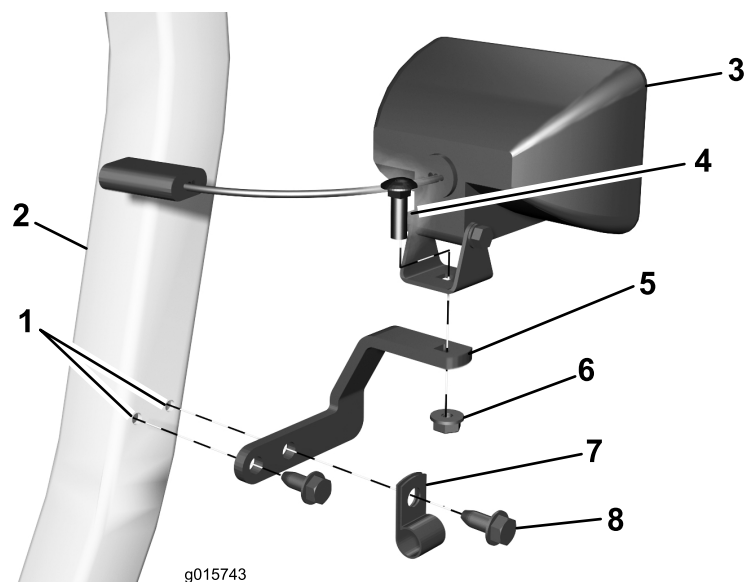

Figura 6
1. Monte la placa doblada en el ROPS, según se muestra en Figura 6. Pase el arnés de cables a través de la abrazadera en R, luego sujete la placa doblada utilizando una abrazadera en R y dos pernos con arandela prensada autorroscantes.
2. Instale una lámpara en la placa doblada según se muestra en Figura 6. Sujete la lámpara con un